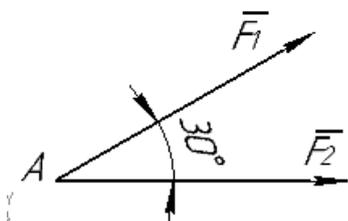

Рисунок 1
1. Определите величину и направление двух сил графически и проверьте аналитически (рис.1). $F_1=6$ Н, $F_2=9$ Н,
1. Определите величину и направление двух сил графически и проверьте аналитически (рис.1).